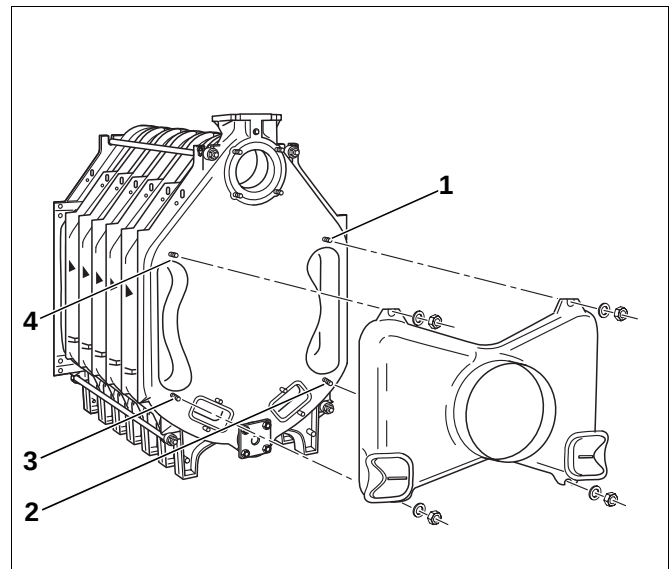

Abb. 31 Abgassammler montieren
- Den Abgassammler auf die vier Stiftschrauben am Hinterglied aufsetzen (Abb. 31, **Pos. 1** bis **4**) und mit Unterlegscheiben und Muttern anschrauben.